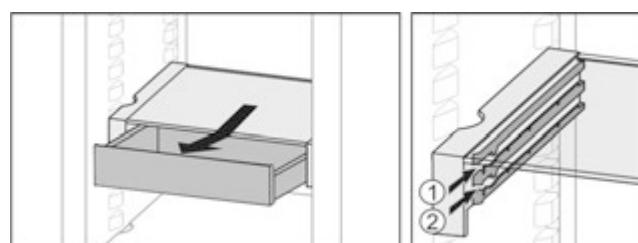

Fig. 25
- Вставити на будь-якій висоті Fig. 25 (1) або Fig. 25 (2).